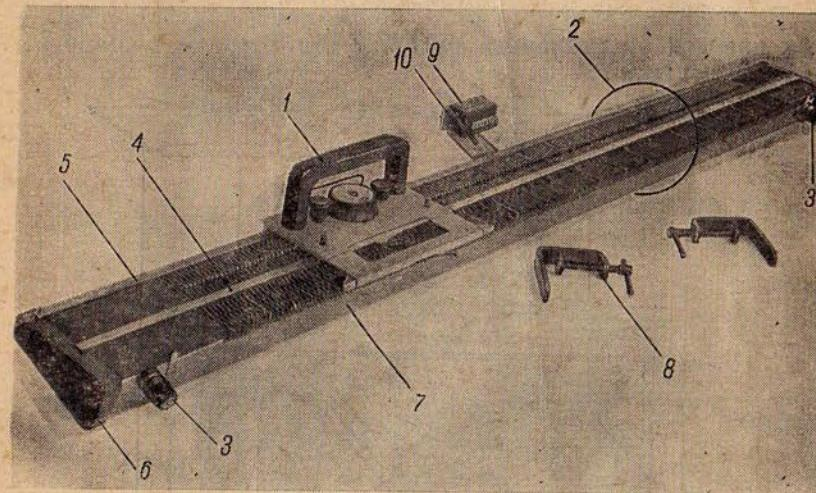
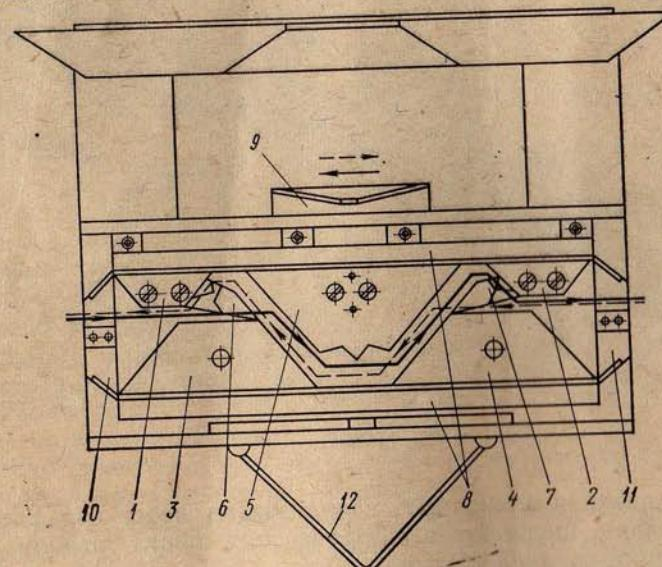
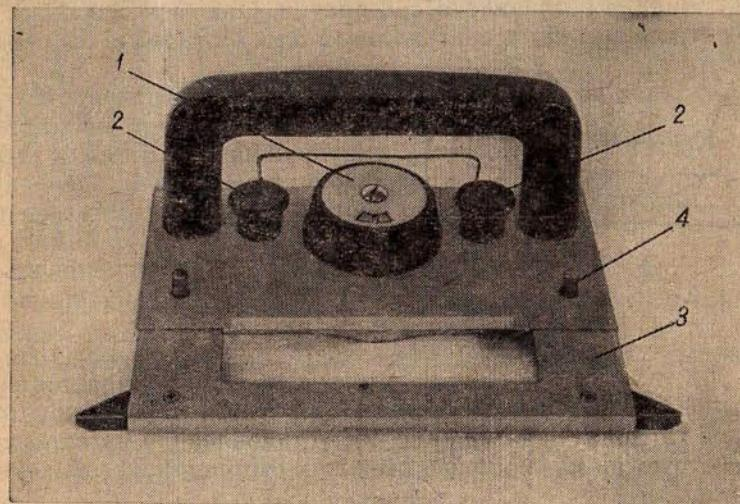

Рис. 1.
Рис. 2.
Рис. 3.
Машина вязальная ручная марки «Нева-2» (рис. 1) предназначена для вязания различных изделий на основе чулочной вязки в домашних условиях.
Основными составляющими машины являются игольница 2 (рис. 1), каретка 1 и петлеобразующие органы (иглы и платины).
2. *Каретка* (рис. 2 и 3) по направляющим рельсам игольницы перемещается рукой. Она снабжена механизмом, управляющим работой игл и платин в период вязания.
Механизм, управляющий движением игл (рис. 2), состоит из двух опускающих 1 и 2, двух подъемных 3 и 4 и одного кулирного 5 клиньев и двух подпружиненных язычков 6 и 7.
Кулирный клин 5 вращением регулятора плотности 1 (рис. 3) может устанавливаться в 17 фиксированных положений (9 основных и 8 промежуточных).
Подъемные клинья 3 и 4 (рис. 2) можно поднимать, для чего кнопки 2 (рис. 3) необходимо потянуть вертикально вверх. В этом случае (при поднятом клине) после прохождения каретки крючки игл остаются на уровне платин.
Платинный клин расположен с наружной стороны каретки и представляет собой металлическую планку 9 (рис. 2) специального профиля.
В передней части каретки находится специальная планка 3 (рис. 3), предотвращающая сбросы петель с игл во время вязания.
Платины удерживаются в нижнем положении при помощи пружинных оттяжек «*b*», находящихся под передней частью игольницы. Верхнее положение платина занимает в результате надавливания на ее хвостовик «*e*» платинного клина 9 (рис. 2).
Счетчик пettelных рядов 9 (рис. 1) устанавливается на игольнице в одно из имеющихся там гнезд и фиксируется круглой гайкой. Горка 12 (рис. 2), установленная на каретку, воздействует на качающийся рычажок счетчика при движении каретки.
игольнице в одно из имеющихся там гнезд и фиксируется круглой гайкой. Горка 12 (рис. 2), установленная на каретку, воздействует на качающийся рычажок счетчика при движении каретки.
На внутренней стороне каретки имеются изогнутые пружинные планки 10 и 11 (рис. 2), которые устанавливают иглы